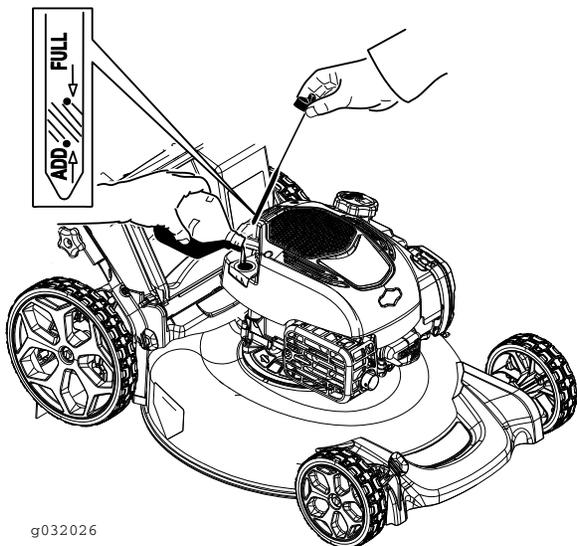

Figura 7
2. Rimuovete l'asta di livello (Figura 7) e versate nel tubo di riempimento una quantità d'olio pari a circa 3/4 della capacità del carter.
5. Rimuovete l'asta e controllate il livello dell'olio sull'asta (Figura 7).